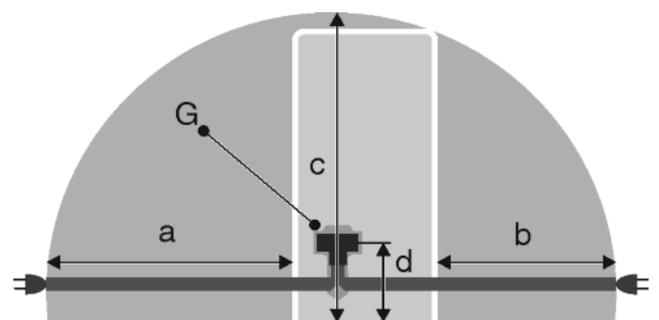

Fig. 23
- Steckdose liegt außerhalb des Geräterückseitenbereichs im gegebenen Bereich *Fig. 23 (a, b, c)*.
- ▶ Gerätestecker *Fig. 23 (G)* auf der Rückseite des Gerätes einstecken. Auf richtiges Einrasten achten.